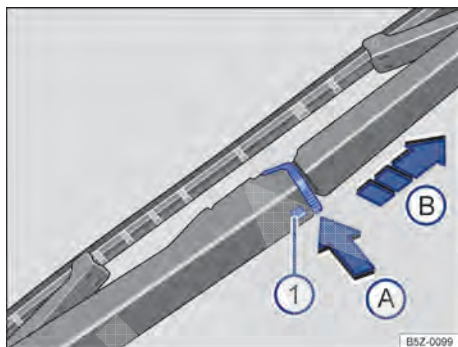

Fig. 137 Substituir a palheta do limpador do vidro traseiro.
- Manter o botão de destravamento ⇒ Fig. 137 ① pressionado.
- Pressionar a trava da palheta do limpador do vidro traseiro ⇒ Fig. 137, no sentido da seta (A).
- Puxar a palheta do limpador do vidro traseiro ⇒ Fig. 137, no sentido da seta (B).
- Introduzir a nova palheta do limpador do vidro traseiro **de mesmo tamanho e modelo** no braço do limpador do vidro traseiro no sentido contrário da seta ⇒ Fig. 137 (B) até que ela se trave.